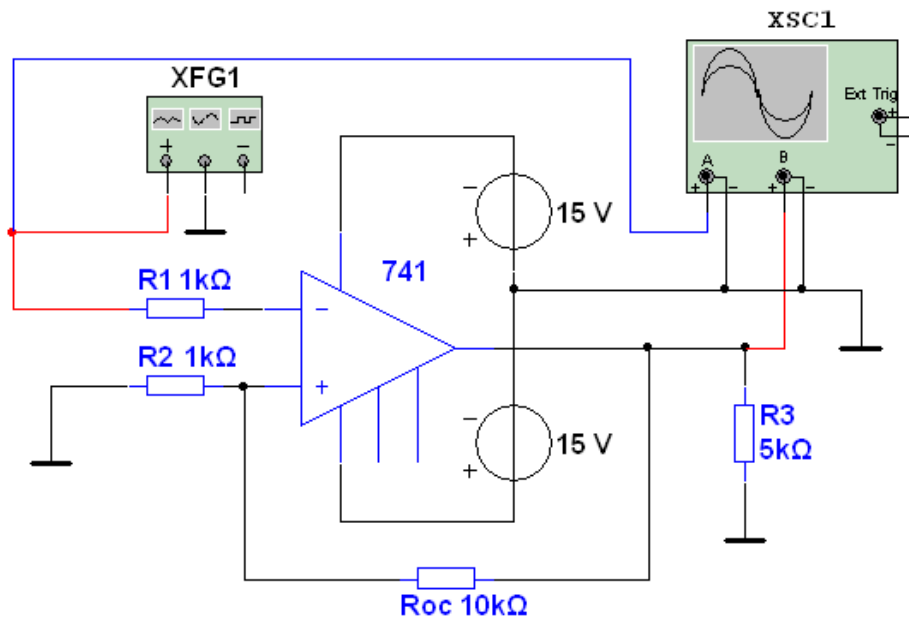

Рис.9.2
9.2.4. Для исследования триггера Шмитта на операционном усилителе соберите схему, приведенную на рис. 9.2. Установите сопротивление резисторов R1 и R2 1 кОм, а сопротивление резистора R_{ос} 10 кОм.